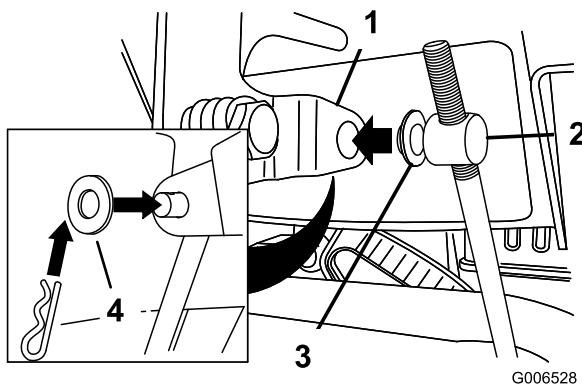

Bild 5
3. Legen Sie eine Flachscheibe auf den Drehzapfen (Bild 5).
6. Drücken Sie die Geschwindigkeitsschaltstange nach unten und stecken Sie den Drehzapfen in das Loch im Geschwindigkeitsschalthebel (Bild 5).
- B. Schließen Sie den Drehzapfen vom Geschwindigkeitsschalthebel ab (Bild 5).